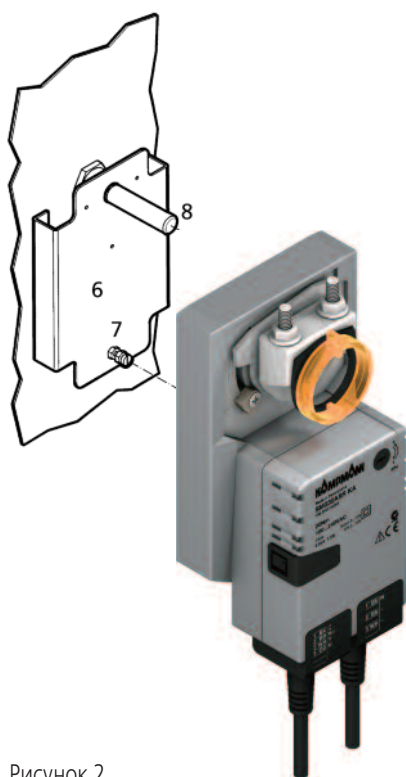

Рисунок 2
Установите воздушный клапан смесительной камеры или направляющую заслонку в положение „Auf“ (открыто) (направление вращения указано на наклейке). Установите привод на кронштейн (5), надев его на поворотную ось (7) и вставив болт (6) в расположенную с задней стороны насечку (8), см. рис. 2. Затяните гайки V-образных скоб клеммного блока (2); следите, чтобы воздушный клапан смесительной камеры или направляющая заслонка находились в положении „Zu“ (закрыто), при необходимости зафиксируйте их. Установите переключатель направления вращения (3) в положение